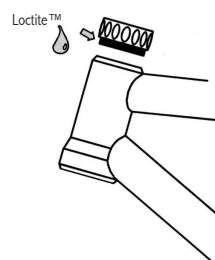

Fig.6
9. Entfernen Sie die Schale (**10**) und entfetten Sie die Gewinde von (**10**) und (**11**) Tragen sie EINEN Tropfen Loctite™ auf und verschrauben Sie die Schale (**10**) handfest. Achten Sie darauf, dass kein Spalt zwischen Steuerrohr(**12**) und Schale(**10**) verbleibt (**Fig. 6**)
9. Die Schale (10) entfernen, die Gewinde von der Schale (10) und Mutter (11) entfetten. EINEN Tropfen Loctite™ auftragen und handfest anziehen. (**Fig.6**)